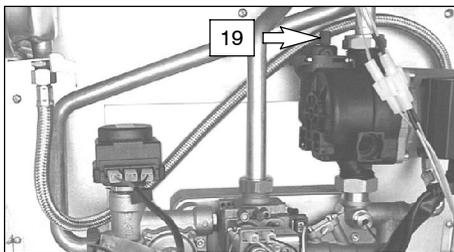

fig. 6.3
- 6 Allentare il tappo della valvola di sfianto automatico (19 in fig. 6.3).